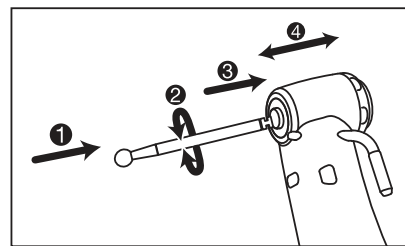

Рис. 1
- 1) Вставьте бор/сверло в головку (Рис.1 ❶)
- 2) Слегка поверните бор/сверло, чтобы он до конца установился в цанге. (Рис.1 ❷)
- 3) Надавите на бор в направлении ❸ до характерного щелчка цанги, означающего правильную установку бора. (Рис.1 ❸)
После установки бора/сверла в зажим, слегка потяните за него, чтобы убедиться в надежности фиксации (Рис. 1 ❹)